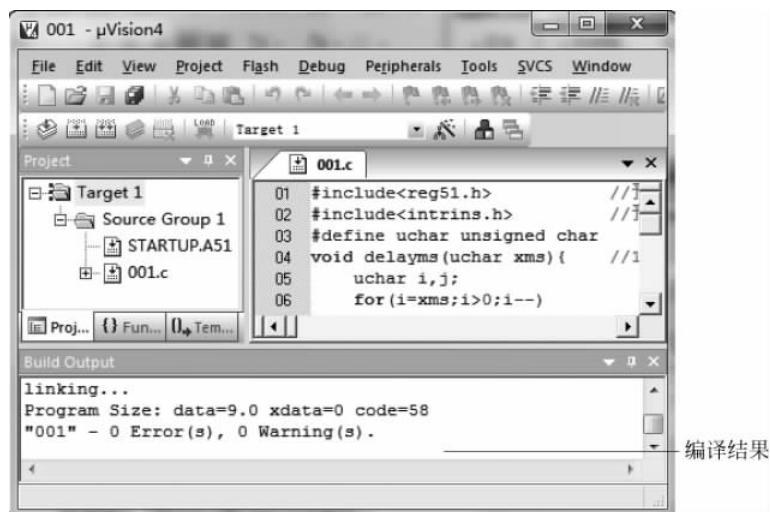

图 3-11 输出窗口显示编译结果
(3) 在项目管理窗口中，右击 Source Group 1 标签，选择 Add Files to Group ‘Source Group 1’命令，如图 3-9 所示，在弹出的对话框中选择刚才保存的 C51 源文件，如图 3-10 所示。单击 001 文件后，单击 Add 按钮，再单击 Close 按钮，文件添加就已经完成了。此时的项目管理窗口中的 001.c 文件已经出现在 Source Group 1 目录下了，如图 3-11 所示。
单击快捷按钮中的 ，对当前文件进行编译，如果源程序无误，则编译完成后，将在输出窗口中显示编译结果，如图 3-11 所示。
: 控制编译输出窗口开/关。用于输出项目编译链接的信息, 如图 3-11 所示。如果程序在编译链接的过程中有错误, 则显示具体的错误信息及其位置。同时, 编译输出窗口还显示输出代码的大小。